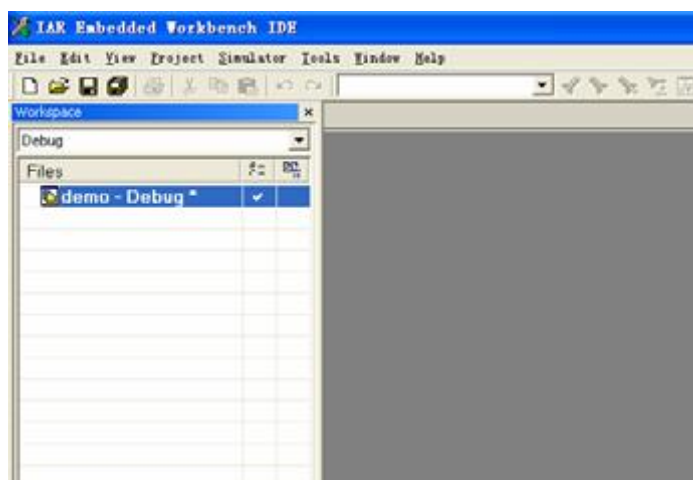

图 3.5 新建的项目名
3. 在“另存为”窗口中浏览和选择新建的D:\DEMO 目录，输入新项目的文件名为demo，然后保存。这时在屏幕左边的Workspace 窗口中将显示新建的项目名和输出代码模式，如图 3.5 所示。